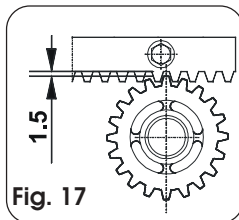

Fig. 17
- Na de installatie van de tandheugel is het, om correct ingrijpen met de pignion te garanderen, goed om de positie van de motorvertraging ongeveer 1,5 mm (fig. 17) te verlagen.